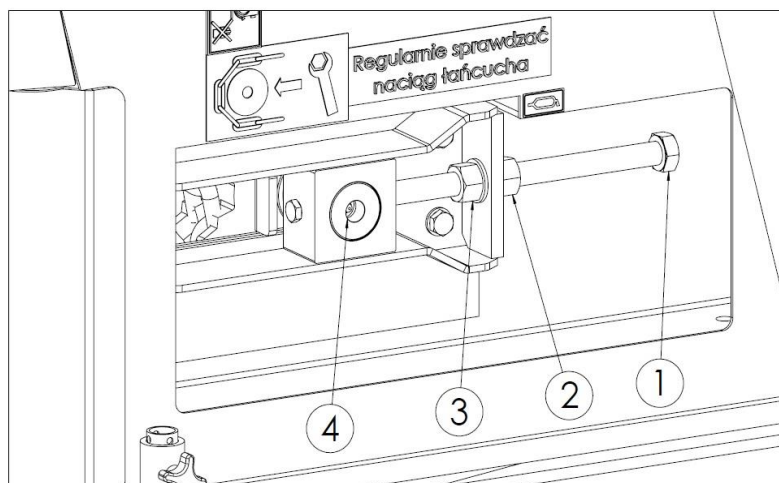

Рисунок 31. Натяжение цепей напольного конвейера
Натяжение цепей напольного конвейера во время работы должно проверяться ежедневно, особенно в начальный период его эксплуатации. Натяжение конвейерных цепей осуществляется с помощью регулировочных болтов, расположенных в передней части боковых стенок кузова – рисунок 31. Для увеличения натяжения цепи ослабьте гайку (2), удерживая гайку (3) ключом, с помощью болта (1) переместите подшипниковый узел (4) вперед. Операцию натяжения необходимо провести на левой и правой сторонах разбрасывателя, обращая внимание на равномерное натяжение цепей.